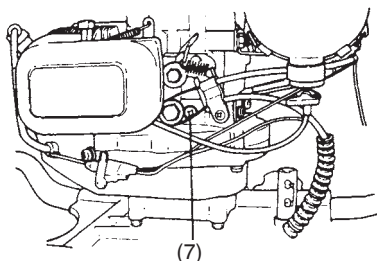

Рис. 12
- 2) Регулятор скорости двигателя смазывается балластным маслом № 30 (EP литий). Вместимость составляет 0.5 жидких унций (16 мл), проверка должна выполняться каждые 50 часов эксплуатации на винте для контроля уровня. (Рис. 12) При выкручивании винта для контроля уровня следует поддерживать сторону, где находится винт.